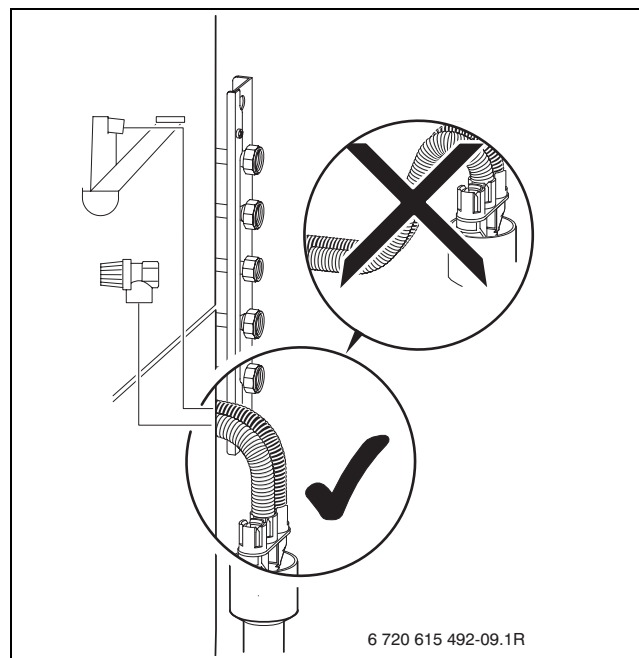

Bild 13
- ▶ Schlauch vom Sicherheitsventil an Ablaufgarnitur anschließen (→ Bild 13, Seite 17).